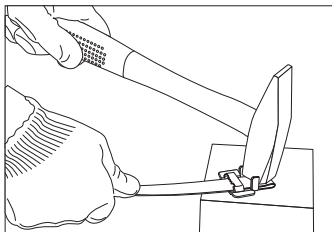

Рисунок 5
3.2 Вставьте конец стальной ленты в паз скрепы на глубину 5 см, как показано на рисунке 4, и загните при помощи молотка этот отрезок на скрепе (рисунок 5).